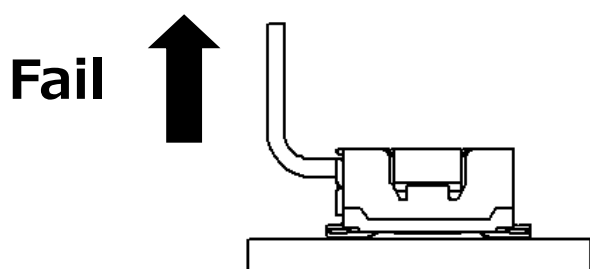

Fig. 3
- ・図 3 のようにケーブルを引っ張り上げ、コネクタの抜去を行わないでください。
- ・Do not pull up the cable to withdraw the plug connector as shown in Fig. 3.